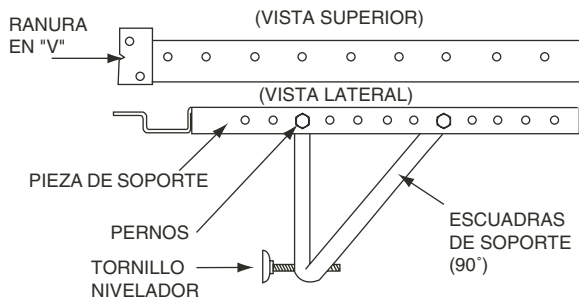

FIGURA 9 — PIEZA DE SOPORTE
- Arme los soportes de montaje (incluidos) con las escuadras de soporte (incluidas) con dos pernos de 1 1/2 pulg., arandelas de seguridad y tuercas (incluidas). Para cada pieza de soporte se usan dos pernos. Vea la Figura 9. No apriete los pernos inmediatamente. Puede ser necesario ajustar la profundidad de las piezas de soporte dependiendo del tipo de batiente que tenga la ventana. Ponga los dos tornillos niveladores (incluidos) en las piezas de soporte. Vea la Figura 9.